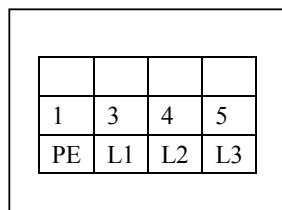

Figure 22
- Le câble de terre PE est relié au boulon marqué dans l'armoire électrique (figure 22) et ensuite au boulon marqué des deux plates-formes.